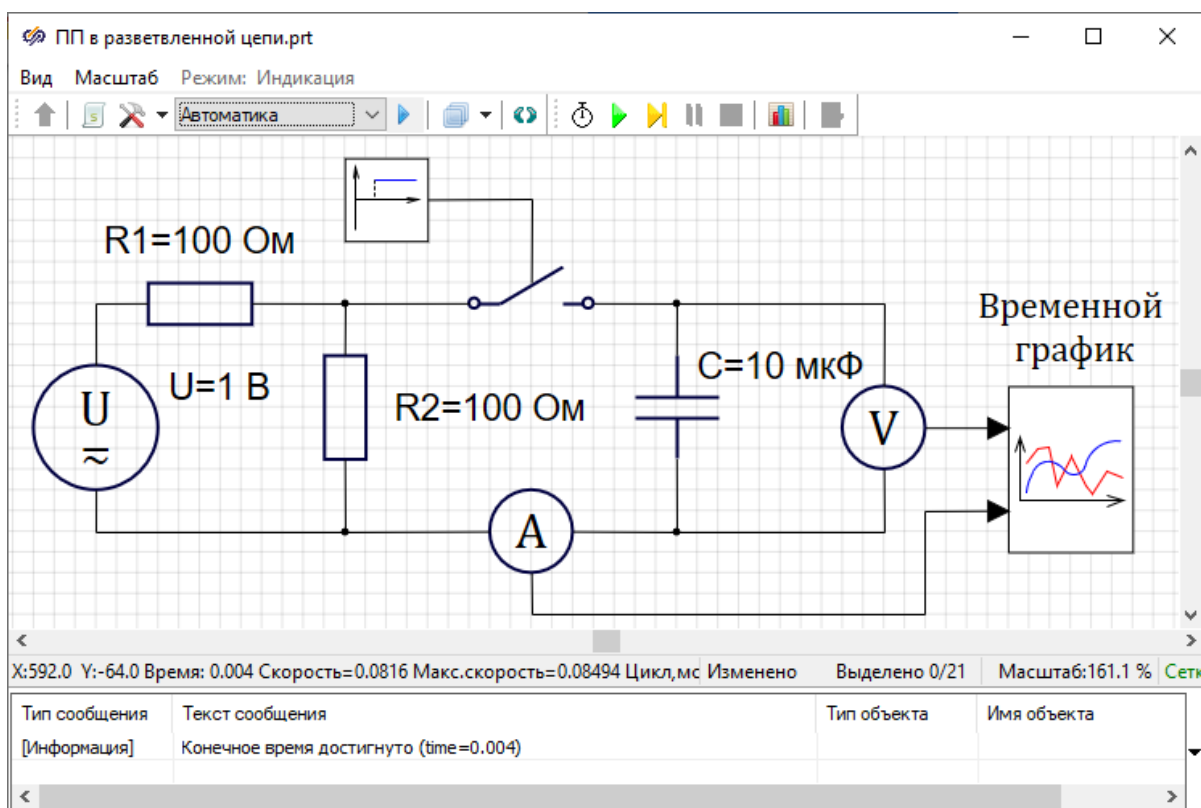
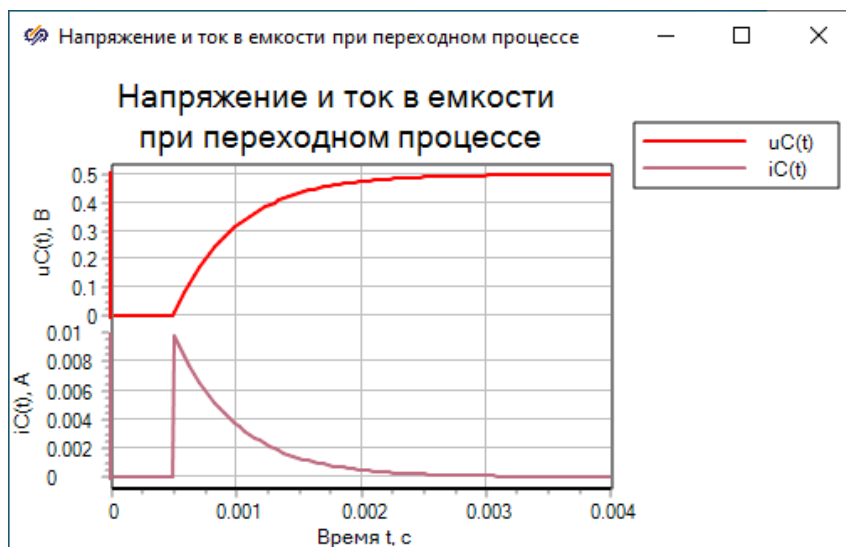

Рис. 6.18
Рис. 6.20
На рис. 6.18 приведен пример моделирования подобной электрической цепи. Для коммутации в схеме используется блок **Ключ постоянного тока** из библиотеки **ЭЦ – Динамика**, который реализует модель ключа постоянного тока с визуализацией коммутационного состояния, и предназначен для использования совместно с элементами библиотеки **ЭЦ – Динамика**.
Определить постоянную времени для моделируемой цепи (τ). Для схемы рис. 6.18 $\tau = 0,5$ мс.
Задать в окне свойств для блока **Ступенька** значения свойств, указанные на рис. 6.19. Время срабатывания для схемы рис. 6.18 задано равным постоянной времени электрической цепи – **0.0005**.
- значения для параметра **Конечное время расчета**: равным 8τ (для схемы рис. 6.18 конечное время должно равняться 4 мс);
- значение параметра **Минимальный шаг (Максимальный шаг)** таким образом, чтобы количество точек для моделирования было не менее 100, не считая начальной точки (для схемы рис. 6.18 – минимальный шаг должен равняться 0,00004 с).
На рис. 6.20 приведено содержимое графического окна **Временной график** для схемы рис. 6.18.